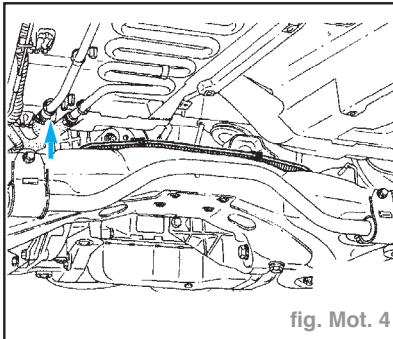

fig. Mot. 4
- le circuit de direction assistée (débrancher le tuyau gauche au niveau du radiateur sous caisse) (fig. Mot. 4).